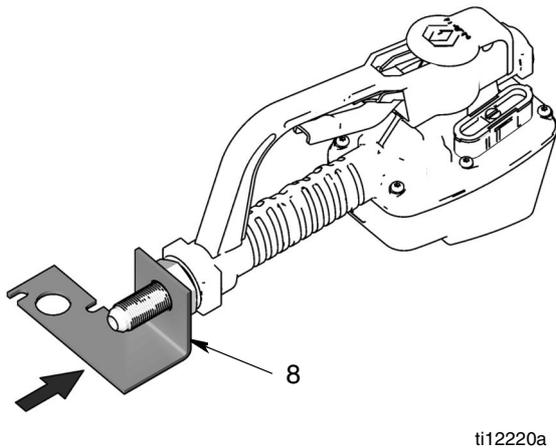

FIG. 7
7. Instale la abrazadera (8) en la rosca del racor del mamparo (3). Consulte la FIG. 7 para ver el alineado correcto de la abrazadera al contador. También, el procedimiento de los pasos a - b (abajo) le mostrará cómo alinear la abrazadera correctamente.
- a. Retire el contador del tornillo de banco y colóquelo boca abajo en una superficie acolchada de forma que la abrazadera esté en ángulo con la parte alta de la mesa como se muestra en la FIG. 7.
- b. Alinee la abrazadera (8) con el contador, asegurándose que está paralela al frontal del contador y correctamente orientada para la instalación en el Dispensador de Aceite Como se muestra en la FIG. 7.